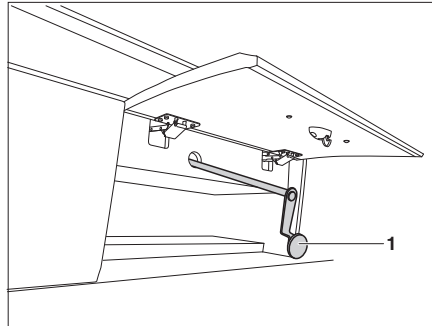

Bild 167 Notbedienung für elektrisches Hubbett
- Bei Stromausfall kann das elektrische Hubbett auch mit einer Notkurbel (Bild 167) bedient werden. Diese befindet sich hinter einer Staufach-Klappe.